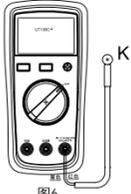

图6
8. 温度测量(摄氏/华氏测温，仅适用于UT136C+，见图6)